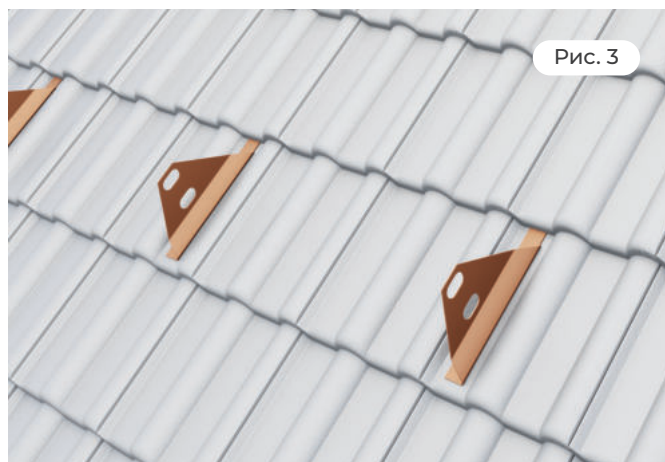

Рис. 3
- В нижнем замке накрывающей черепицы над каждым кронштейном вырезается паз шириной 35 мм и глубиной 3 мм (Рис. 3).